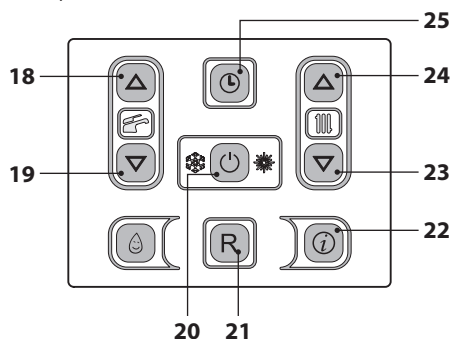
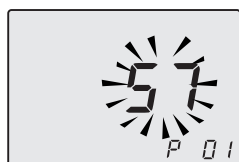

Figura 9.30
Figura 9.31
- Entrare in "modalità programmazione" premendo contemporaneamente per 10 secondi i tasti 20 - 23 - 24 (Figura 9.30) fino a far apparire sul display LCD le lettere **P01** che si alternano con il valore del parametro (57=M262.2025SB/T o 58=M262.3035SB/T), indicanti l'entrata nel "parametro 01" (Figura 9.31).